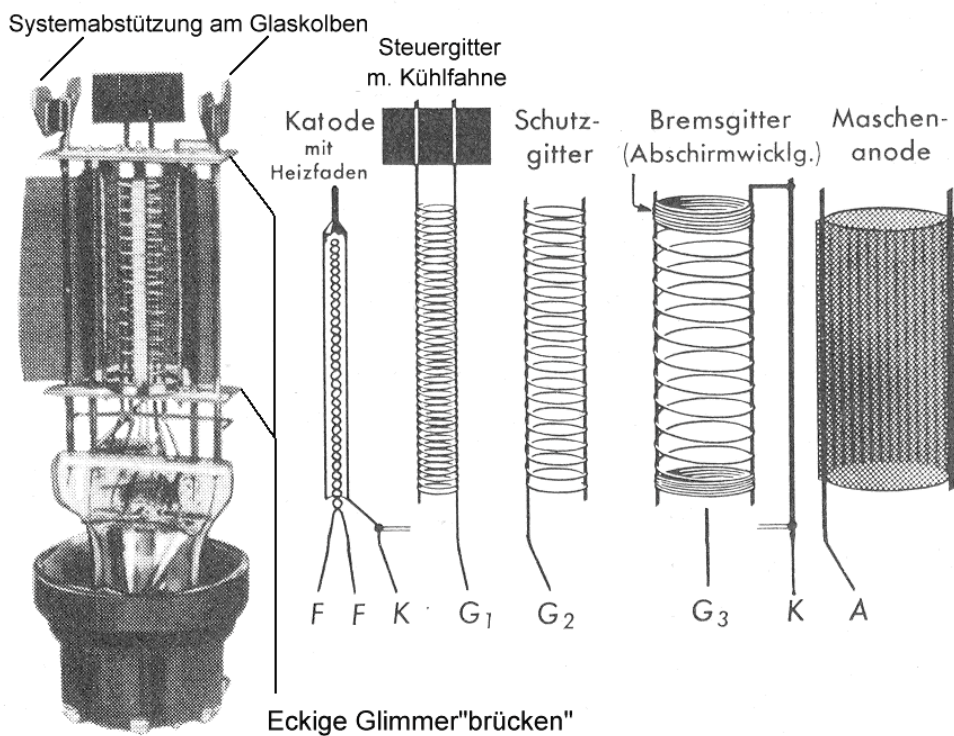
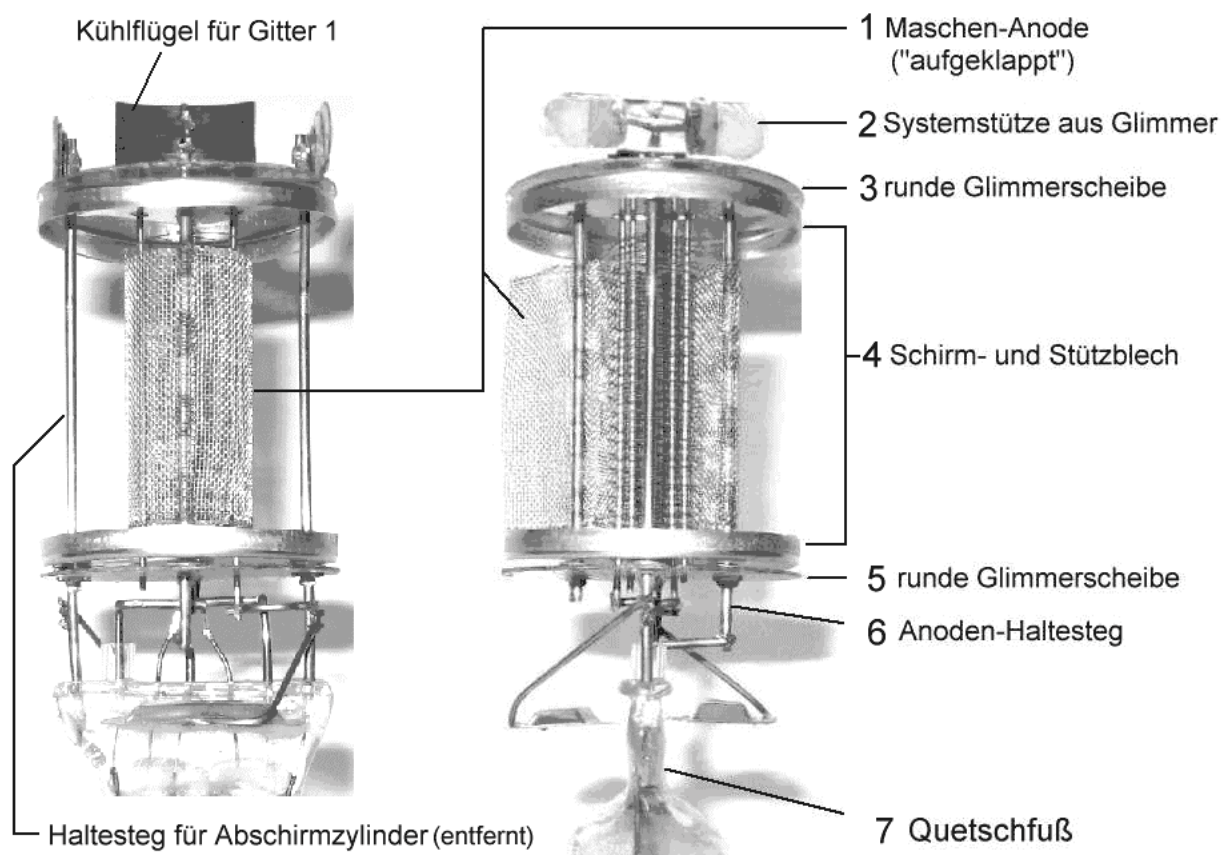

Bild 1 – Endpentode mit Außenkontakt-Sockel
Bild 2 – RENS 1374d, Pentodensystem, Abschirmung entfernt
Um dem Betrachter eine grobe Orientierung zu ermöglichen, ist auf Bild 1 zunächst eine schematische Darstellung des Systemaufbaus einer "älteren" Endpentode gezeigt. Es wurde dem RPB-Büchlein von Herbert G. Mende, "Radio-Röhren", 1966, Franzis Verlag, München, entnommen.
3 Demontage der RENS 1374d, Vergleich mit der Endpentode von Bild 1
Der Aufbau der Röhre in Bild 1 ist prinzipiell gleich dem der jetzt behandelten RENS 1374d³. Im Unterschied zu der in Bild 1 dargestellten Endpentode enthält der Kolben der in Bild 2 gezeigten RENS jedoch zusätzlich eine vollständige äußere Systemabschirmung ("Schutzgitter") durch ein grobmaschiges zylindrisches Drahtgeflecht, das oben und unten durch je einen "Blechteller" (Pos 4) geschlossen ist, **siehe Foto 1**.
Nach der Entfernung dieses an die beiden äussersten Haltestege punktgeschweissten Abschirmzylinders wird die Maschenanode (Pos 1 in Bild 2) sichtbar. Sie besteht ebenfalls aus Drahtgeflecht, aber mit kleinerer Maschenweite und dünnerem Draht, **siehe Foto 2**.
Auf der rechten Seite von Bild 2 ist das System zu sehen, nachdem es um 90° gedreht und die Maschenanode (Pos 1) teilweise geöffnet wurde, ähnlich wie im Bild 1 ganz links gezeigt. Man erkennt die aufwändige Systemfixierung: unten durch den Quetschfuß (Pos 7), zwei runde Glimmerscheiben (Pos 3, 5) oben und unten sowie je ein Schirm- und Stützblech (die "Blechteller" Pos 4) oben und unten. Oben gegen den Glaskolben wird das System noch mit zwei Stützen aus Glimmer (Pos 2) fixiert, **siehe die Fotos 3 und 4**.
Um eine möglichst große Steilheit zu erhalten, muss das Steuergitter engmaschig und möglichst dicht ($a < 1 \text{ mm}$) um die Kathode gewickelt sein. Die RENS erhielt sogar zwei getrennte geschwärzte Metall-Kühlflügel oben an den Stegen ihres Steuergitters, die wie bei der in Bild 1 gezeigten Endpentode durch Wärme-Abstrahlung dessen zu starke Aufheizung und damit verbundene thermische Elektronen-Emission verhindern und mögliche Verformungen begrenzen sollten.
Weitere der in Bild 2 enthaltenen Details sind mit Hilfe von Bild 1 und den dort eingetragenen Erläuterungen leicht zu identifizieren.
Die Röhre in Bild 1 ist jedoch etwas "moderner" als die RENS. Das ist beim genauen Hinsehen und Vergleichen an relativ vielen Abweichungen erkennbar, die wichtigsten sind:
- e) die Schirm- und Stützbleche (Pos. 4 in Bild 1) zur mechanischen Stabilisierung und Schirmung des Systems oberhalb bzw. unterhalb der Glimmerscheiben sind weggefallen, die Systemabstützung (Pos. 2 in Bild 2) oben am Glaskolben wurde vereinfacht;
- f) der in Bild 2 nicht gezeigte Europa-Stiftsockel der RENS 1374d mit den fünf "Bananenstecker"-Kontakten unten und dem seitlichen Schraubanschluss⁵ für das Gitter 2 wurde durch den neueren 8-poligen Außenkontakt-Sockel (auch "Topfsockel" genannt) abgelöst. Das Gitter 2 konnte daher nun an einen der Sockelkontakte angeschlossen werden.
Zusammenfassend lässt sich sagen, dass die Konstruktion der RENS (ab 1932) noch nicht so weit fortgeschritten war, wie diejenige der auf Bild 1 dargestellten Endpentode (nach 1934). Sie enthält, einmal abgesehen von der Schirmung und der Sockelausführung, mehr "Sicherheiten" bezüglich der Fixierung und der Kühlung des Systems sowie der Elektrodenabstände.